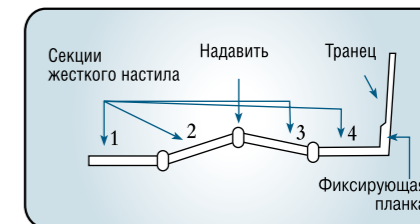

рис. 2
- Установите пайол 4 встык с транцем лодки под фиксирующую планку (рис. 2).